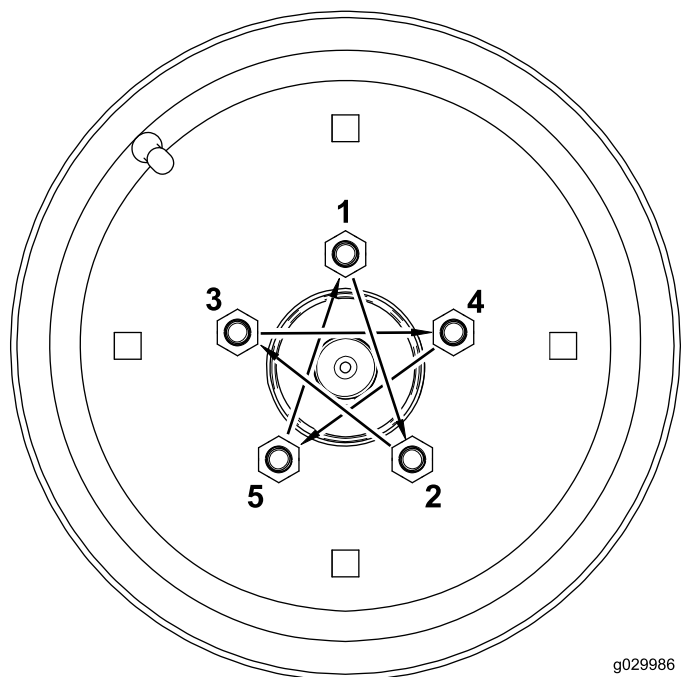

図 20
10.411.8kg.m=7585ft-lbにトルク締めする 図 20。